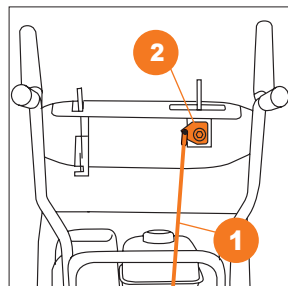

Рис. 17
- Подсоедините штангу рычага выбора передач ① к кронштейну рукоятки панели управления и зафиксируйте шплинтом ② (Рис. 17).